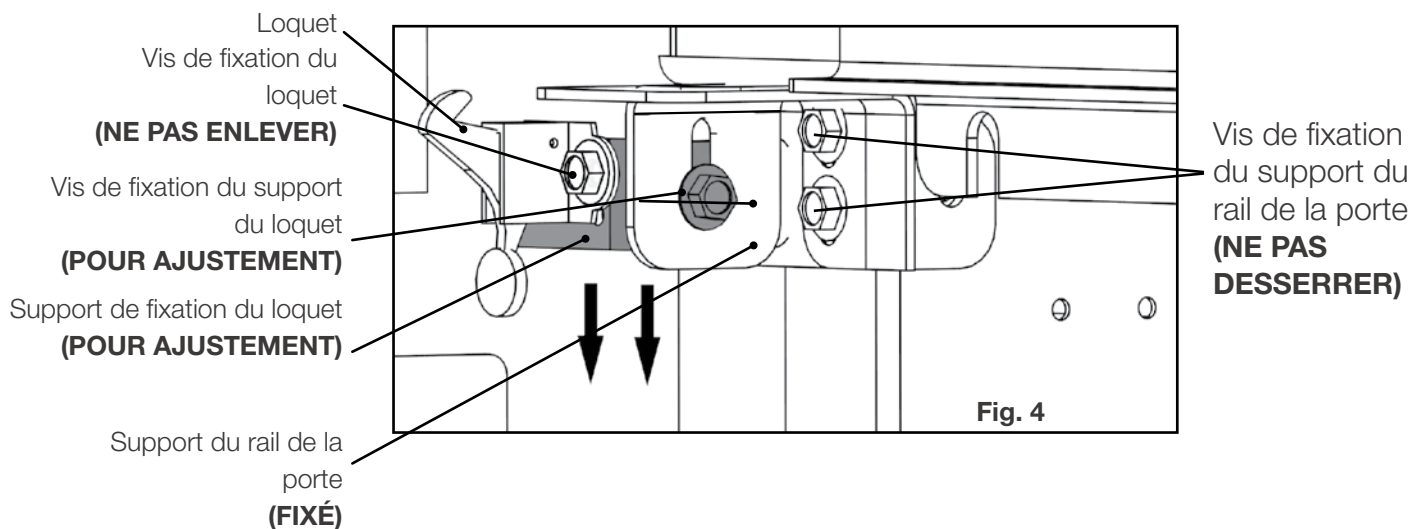

Fig. 4
4. Pour un montage facile, les vis de fixation du bec doivent être situées au bas de leur ouverture. Il peut être nécessaire de desserrer les vis de fixation du loquet et de les glisser jusqu'en bas. Resserrez lâchement les vis de fixation du loquet, en prenant soin de ne pas serrer excessivement (**Fig. 4**). Répétez pour l'autre fin du TGGA.